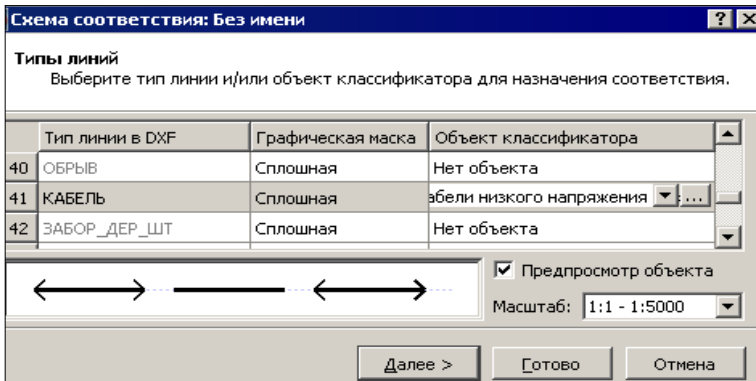

Рис. 7.10
- Для типов линий – в виде типа линии графической маски и/или линейного объекта классификатора (рис. 7.10).